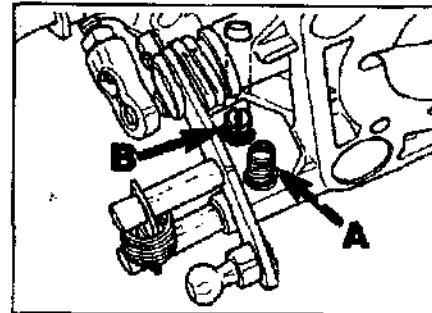

Рис.2 Винт регулировки холостого хода.
Проверить, что регулировочный винт (А, Рис.2) находится в упоре при работающем двигателе.
- Если необходима регулировка, то ее проводят с использованием винта (А, Рис.2).